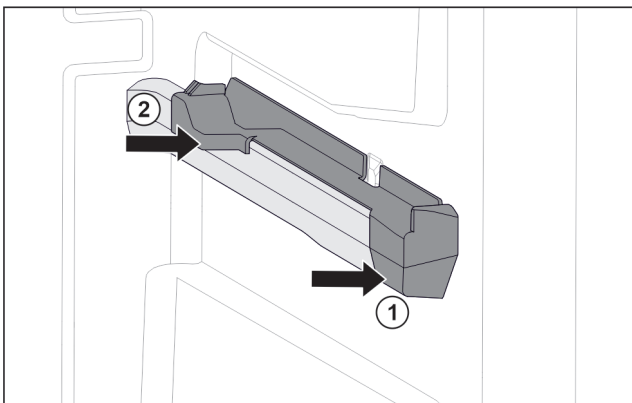

Fig. 77 Påsettsingsdel på høyre beholderribbe
- ▶ Sett på påsettsingsdel foran på beholderribben. Fig. 77 (1)
- ▶ Trykk på påsettsingsdel bak. Fig. 77 (2)